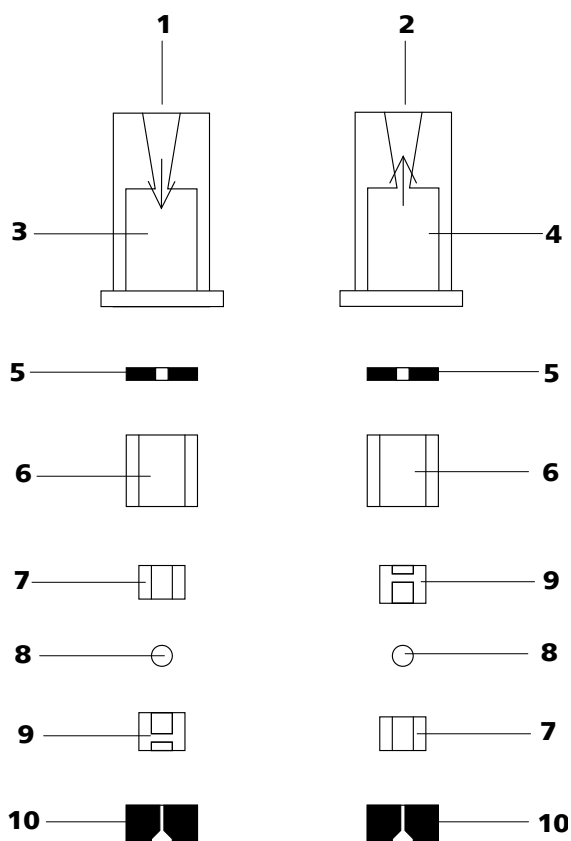

Abbildung 36 Bestandteile von Einlassventil und Auslassventil
Ventilbestandteile *gemäss Abbildung 36, Seite 66* wieder zusammen-
- Die übrigen Ventilbestandteile in der richtigen Reihenfolge (*siehe Abbildung 36, Seite 66*) aufeinander legen.
Ist dies nicht der Fall, muss das Ventil nochmals zerlegt und richtig zusammengesetzt werden (*siehe Abbildung 36, Seite 66*).